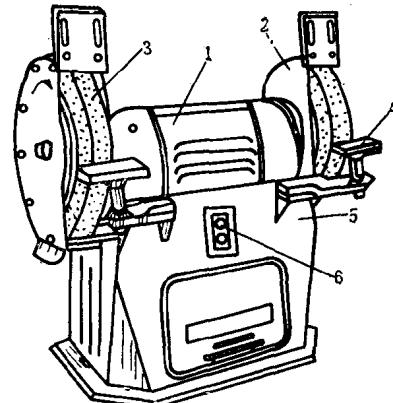

图 1-2 砂轮机
砂轮机主要由砂轮、电动机和机体防护罩组成，其结构如图1-2所示。
(1) 开机前应检查砂轮固定是否良好，防护罩是否牢固，并注意砂轮机的旋转方向是否正确（如图1-2中箭头所示），正确的旋转方向使磨屑向下飞离砂轮。
(2) 启动后，须待砂轮转速达到正常后再进行磨削。
(3) 磨削时应注意防止刀具或有毛刺的工件对砂轮发生剧烈的撞击或施加过大的压力。砂轮表面跳动严重时，应及时用修整器修整，并检查轴是否弯曲。
(4) 砂轮机的搁架与砂轮间的距离，一般应保持在3mm以内，且搁架所在位置应与砂轮中心线的高度相一致，否则容易造成磨削件被轧入的事故。